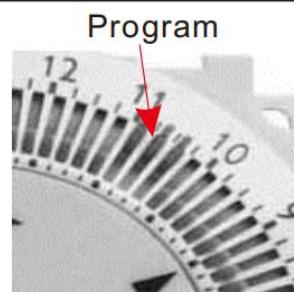

Figure 2
2. Poussez les segments vers l'extérieur pour En fonctionnement. Chaque segment représente 15 minutes. Par exemple, vous voulez laisser l'appareil électrique fonctionner de 10h15 à 11h00. Poussez trois segments vers l'extérieur entre 10h15 et 11h00 (voir figure 2).